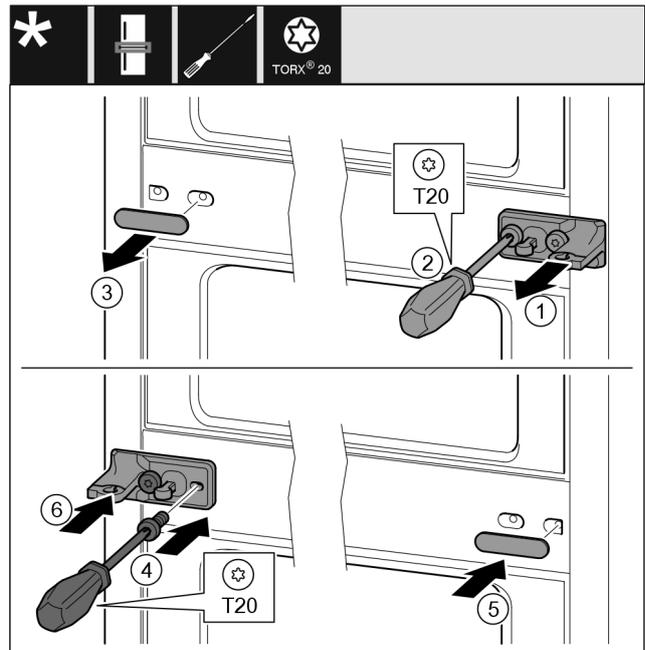

Fig. 12
- ▶ Retirer la rondelle Fig. 12 (1).
- ▶ Retirer les vis Fig. 12 (2) avec un tournevis.
- ▶ Retirer le cache Fig. 12 (3) avec précaution.
- ▶ Visser fermement le support de palier avec film Fig. 12 (4) tourné de 180° de l'autre côté.
- ▶ Installer le cache Fig. 12 (5) tourné de 180° de l'autre côté.
- ▶ Insérer la rondelle Fig. 12 (6).